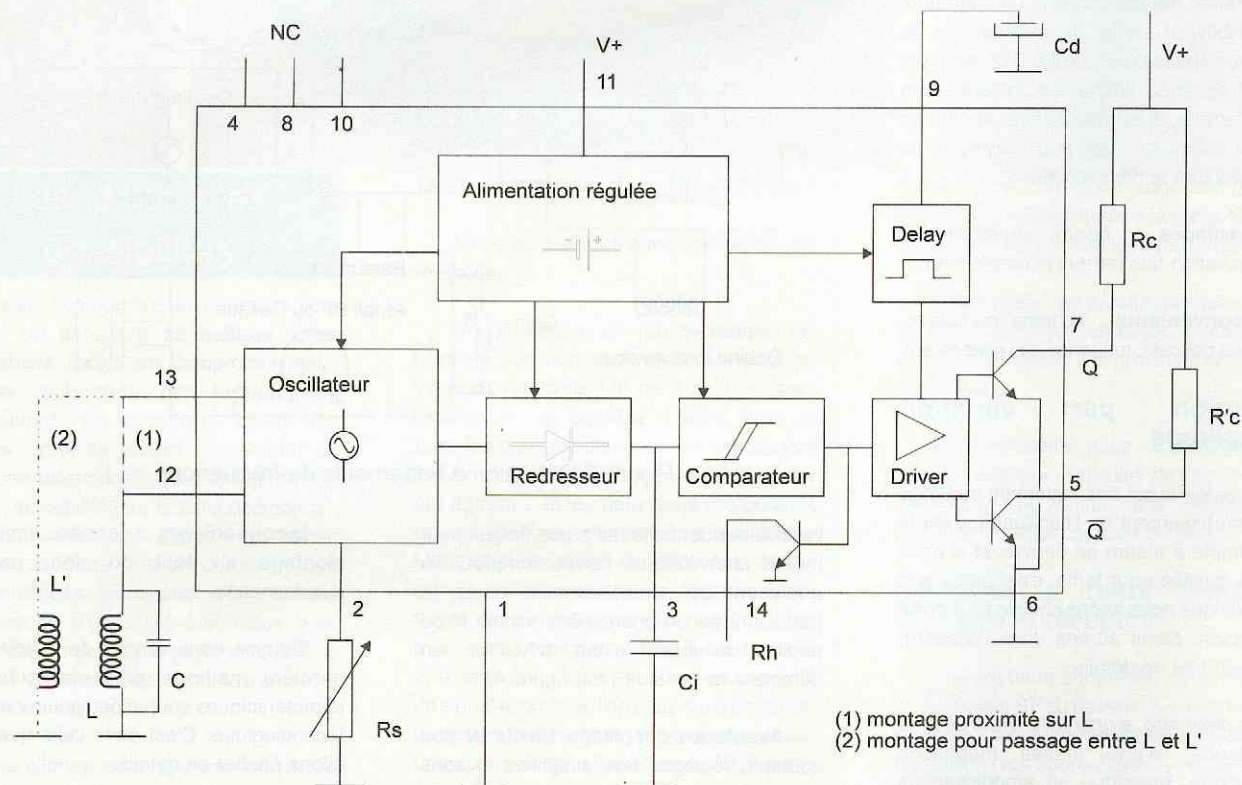

Figure 5 Structure interne du TCA205A et fonctionnement
La figure 5 vous donne la structure interne en synoptique.
Tout d'abord, on trouve un oscillateur, dont la fréquence dépend de la self (ou des selfs) et d'un condensateur, tous externes. On pourrait en effet placer une self en broche 12 et une autre en broche 13 pour une détection de passage entre celles-ci (option (2)). Mais c'est une application industrielle, non adaptée à notre projet. Aussi les broches 12 et 13 seront reliées ensemble, comme sur le schéma (fig 5), en option (1). Une résistance variable,  $R_s$ , en broche 2 permet d'ajuster a priori le taux d'amortissement, pour précéder en quelque sorte, les effets qui suivront, et donc se rapprocher du seuil de sensibilité, à l'optimum de variation d'amplitude. Cette oscillation est redressée et intégrée pour
Suivons ensemble, sur la figure 5, le résultat des choix effectués et par voie de conséquence, le schéma d'application.